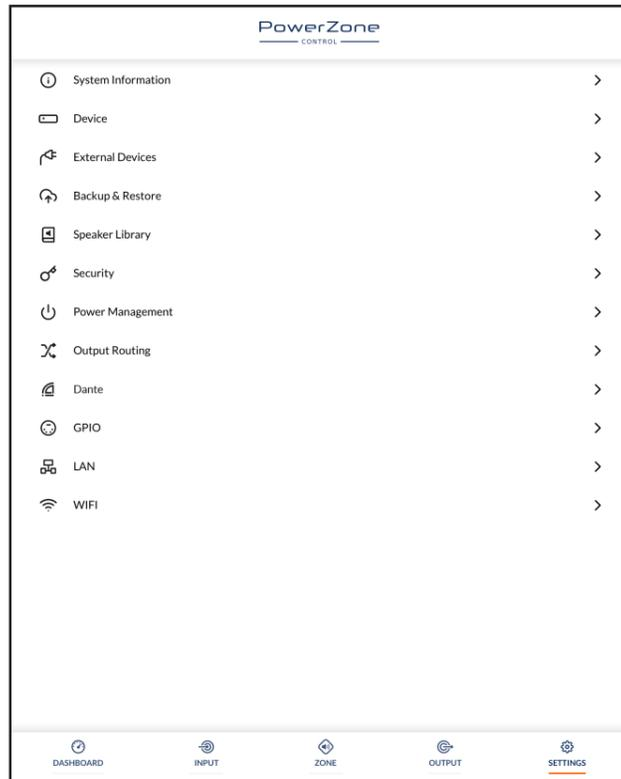

図5L
**Settings Tab**では、さまざまなアンプ設定を構成し、インストールデータを記録できます。Settings Tabでは、さらにサブメニューにアクセスできます。図5Lは**Settings Tab**を示しています。